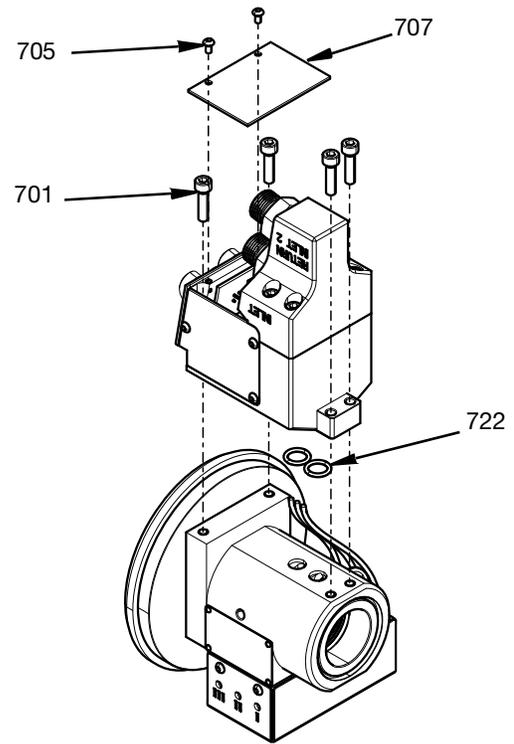

FIG. 18
- Remover a tampa superior (707) retirando os dois parafusos da tampa M3 (705).
- Os quatro parafusos M5 (701) podem então ser removidos para separar o conjunto da caixa de ligação do conjunto da câmara giratória.
Os sensores ou fichas podem agora ser acedidos. Os anéis de vedação (722) devem ser substituídos por novos antes de voltar a montar. Consulte a FIG. 18.